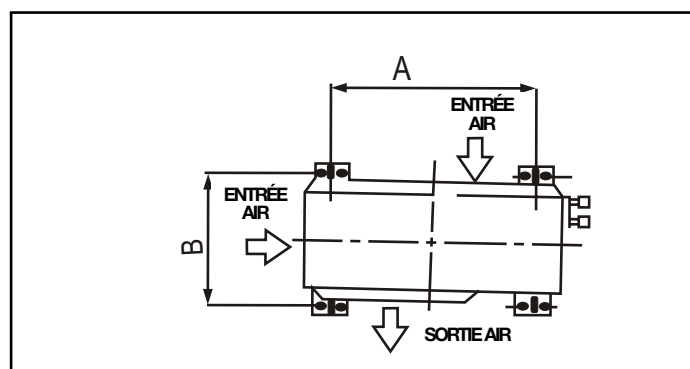

fig.10
5. Ancrer solidement l'unité externe à un support rigide et solide en faisant attention qu'elle soit à plat. Utiliser des boulons de 8mm ou 10mm de diam. (fig. 10)